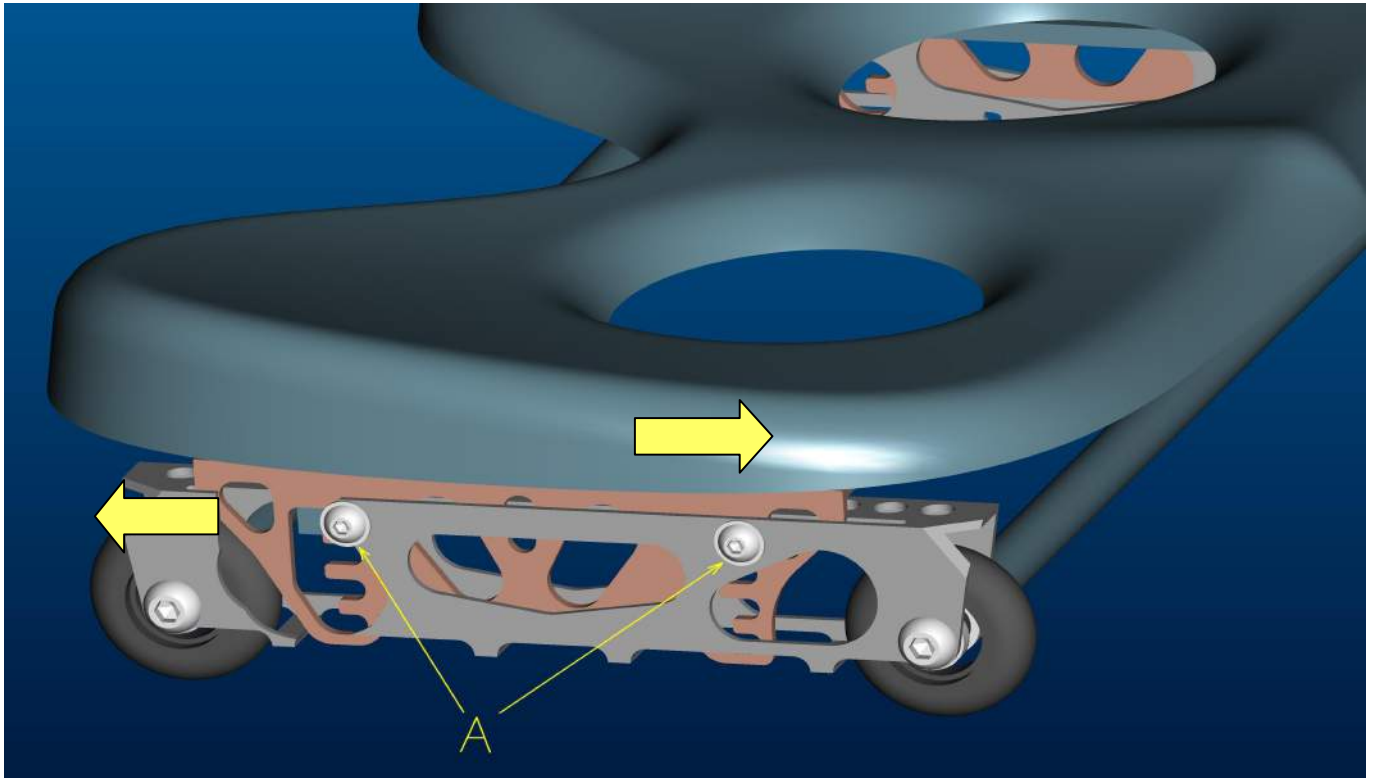

Fig. 1 – Chassis nella posizione standard.
1. Allentare, senza svitare completamente, le due viti contrassegnate dalla lettera 'A' (Vedi fig. 1) situate su ciascun lato dello chassis